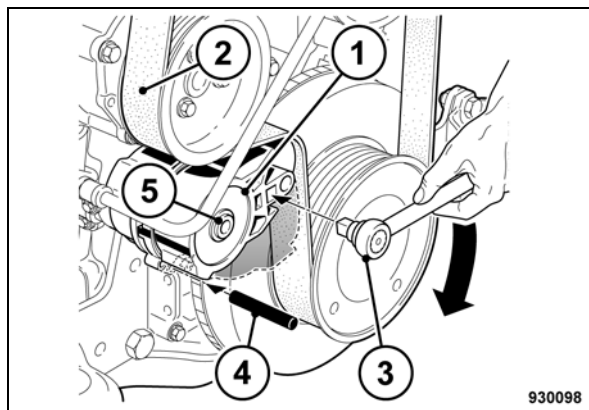

Fig. 210
- Empujar el rodillo tensor (1) (Fig. 210) con carraca (3) en sentido de la flecha hasta la espiga de detención (4) se puede fijar en el agujero de montaje.
- Retirar la correa trapezoidal con nervios (2) primero del rodillo más pequeño.
- Desenroscar el tornillo de sujeción (5) y retirar el rodillo tensor.